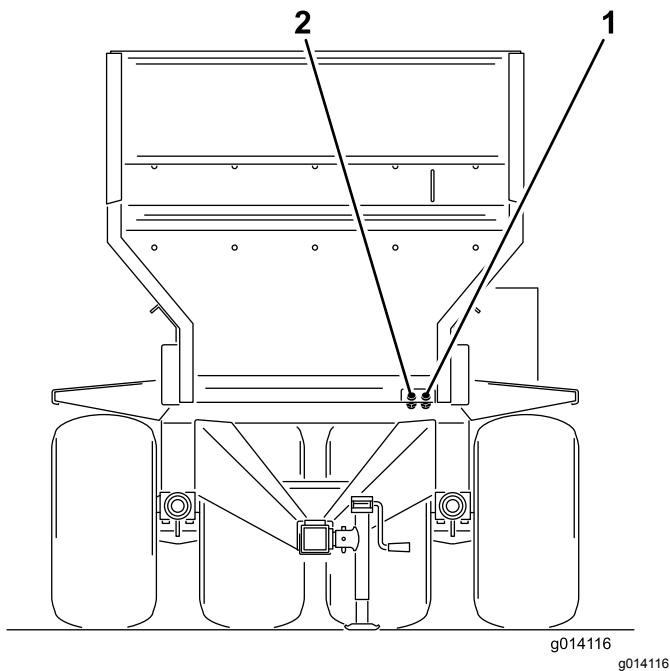

Figura 20
6. Conecte los dos manguitos hidráulicos de la máquina al vehículo de remolque. Mirando la máquina de frente, conecte el manguito derecho al lado de presión y el manguito izquierdo al lado de retorno (Figura 20). El manguito de retorno tiene una válvula de retención unidireccional en línea. La flecha de la válvula auxiliar debe apuntar hacia el conector de retorno del vehículo de remolque.